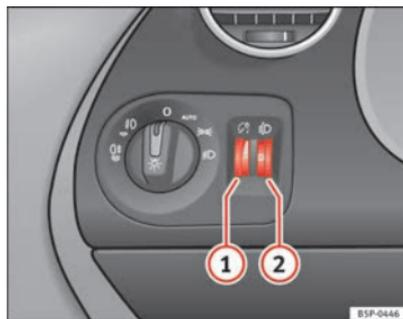

Fig. 75 Tablero de instrumentos: reguladores de la iluminación de instrumentos y mandos y del alcance de los faros
Con las luces encendidas se puede regular la intensidad de la luz de los instrumentos y mandos girando la ruedecilla moleteada ⇒ fig. 75 ①.